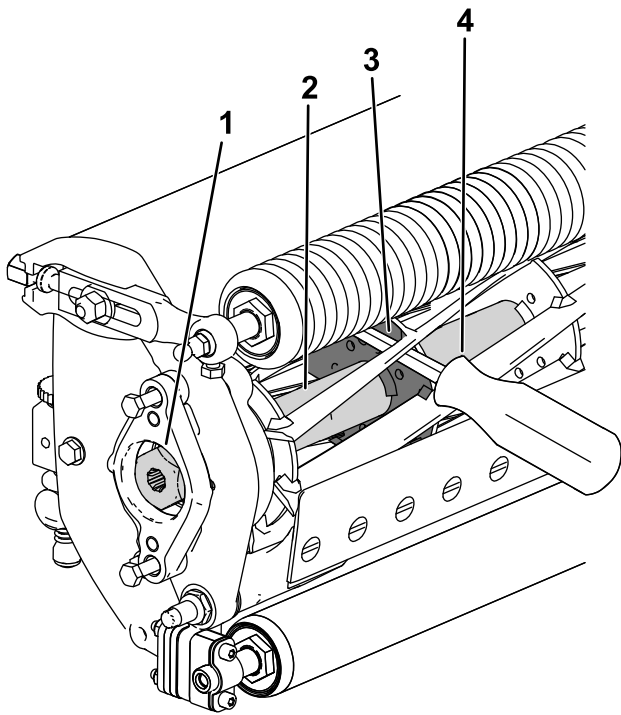

図 32
2. 長い柄のバール9 mm x 30 cm 程度のドライバータイプのもの。握りのついているものがよいを用意する。バールは、トルク作業を行う側に近い側で、リールの下から差し込むようにする 図 32。
3. リールサポートプレートの溶接されている側からバールを入れ 図 32、